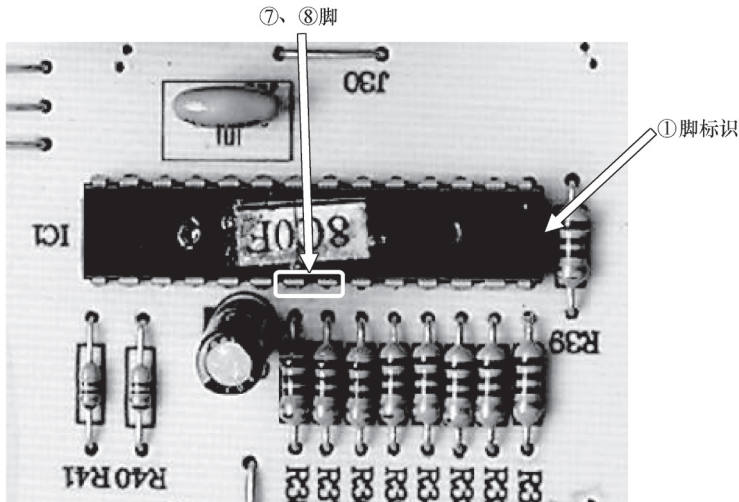

图 5-21 IC1 ⑦、⑧脚
经检查，IC1(SN8P2604KB)⑦、⑧脚均有稳定高电平输出，如图 5-21 所示。